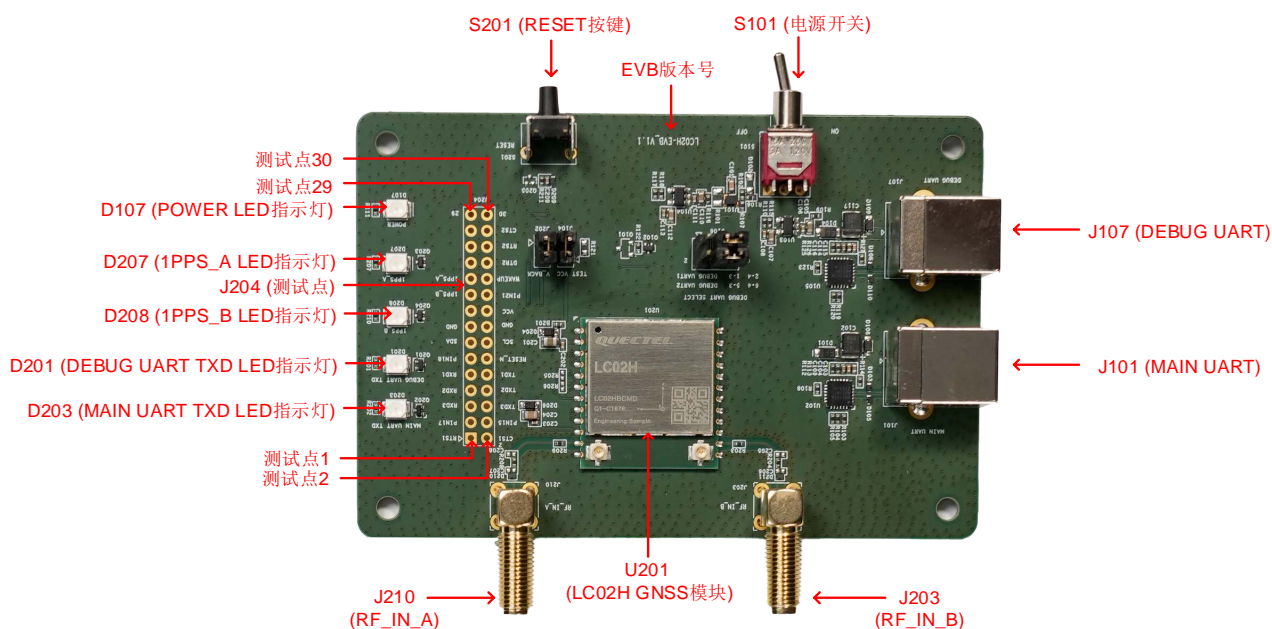

图 3: EVB 器件分布图
| 图 3: EVB 器件分布图 | 12 |
1. J204 测试点排序如图 3: EVB 器件分布图中红色字体所示。